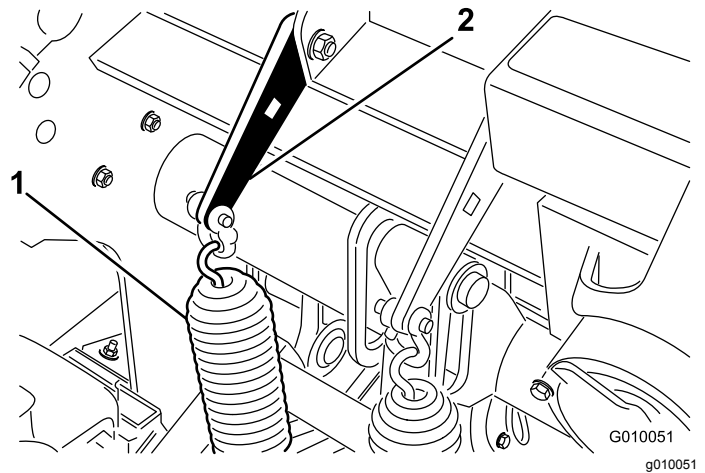

図 37
2. スプリングブラケットをコアリングヘッドに固定しているキャリッジボルトのナットをゆるめる 図 37。ナットは外さないこと。